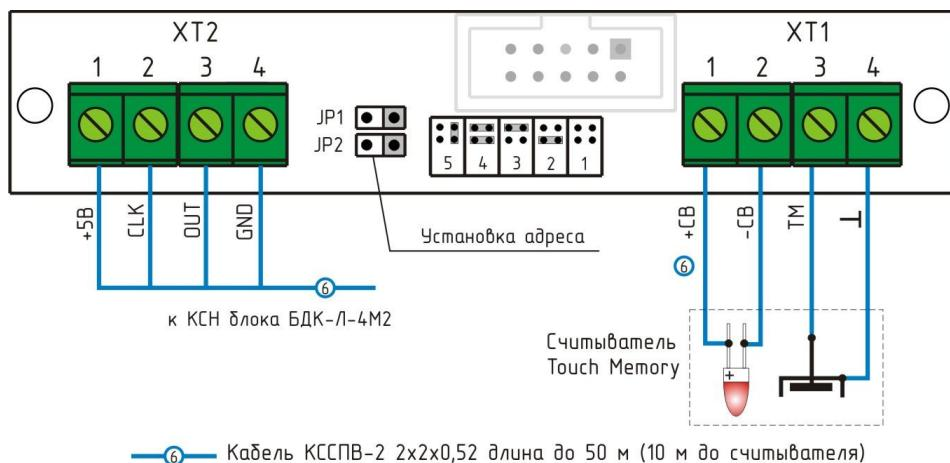

Рисунок 24 - Подключение ТМ-СЛДКС-3
5) Другой конец кабеля связи подключить к клеммам под винт разъема XT2 блока ТМ-СЛДКС-3 (рисунок 24).